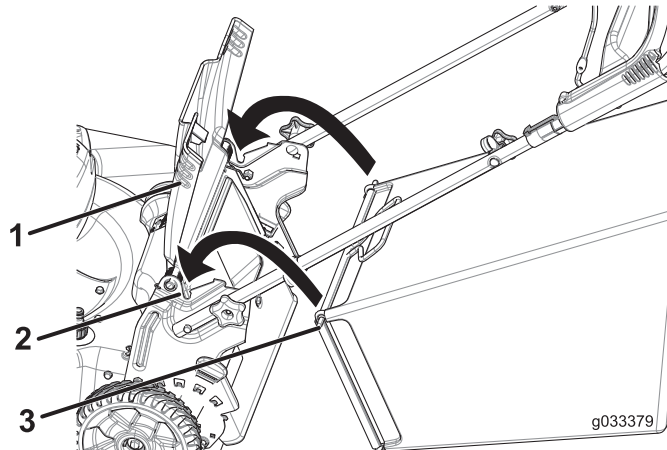

Figura 20
1. Levante y sujete el deflector trasero (Figura 20).
2. Instale la bolsa de recortes, asegurándose de que los pasadores de la bolsa descansan en las muescas del manillar (Figura 20).